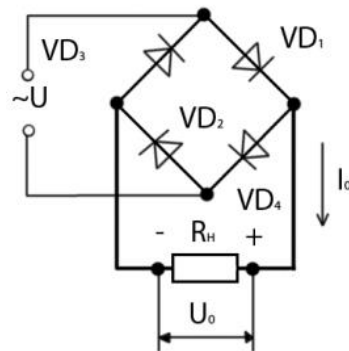

Рис. 1
5. Составляем схему мостового выпрямителя (рис.1). В этой схеме каждый из диодов имеет параметры диода КД202Н:  $I_{\text{доп.}} = 1$  А;